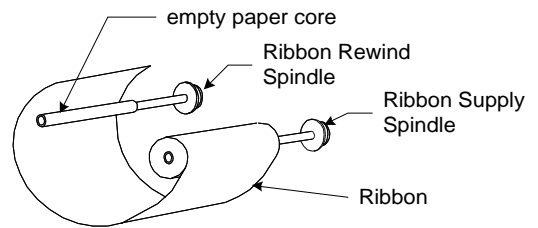

Рис. 2.2.3
6. Установите новую ТТ ленту на подающий шпindel, и установите новый бумажный стержень на шпindel перемотки (см. рисунок 2.2.3)